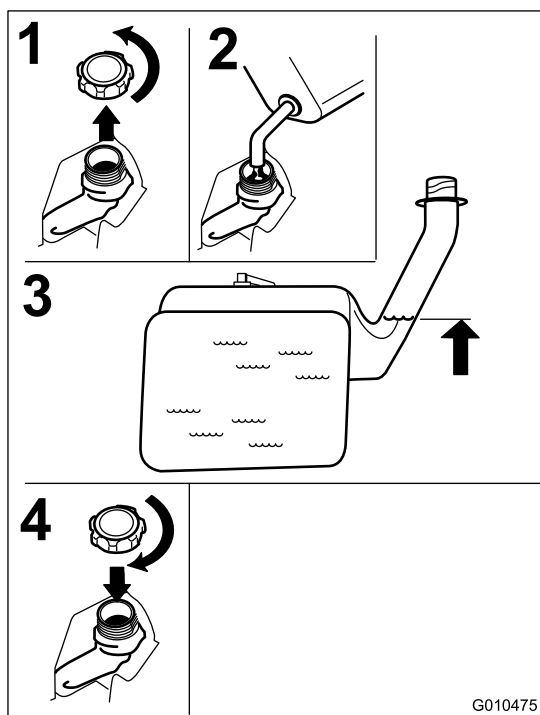

Figure 9
3. Remplissez le réservoir de carburant jusqu'au bas du goulot de remplissage Figure 9.